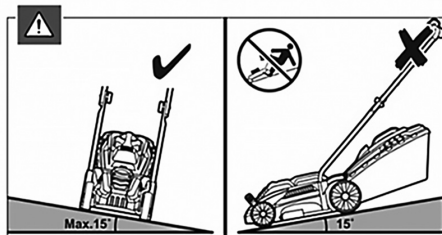

Рис. 13 Положение газонокосилки при скашивании
8. Запрещается работать газонокосилкой, если угол склона превышает 15° (Рис. 13).